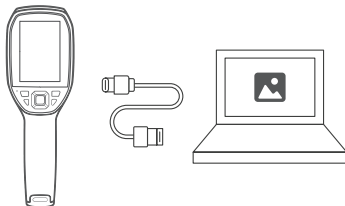

図 3.1.1
2. 提供した USB ケーブルで TC005 をコンピュータに接続します (図 3.1.1 を参照)。